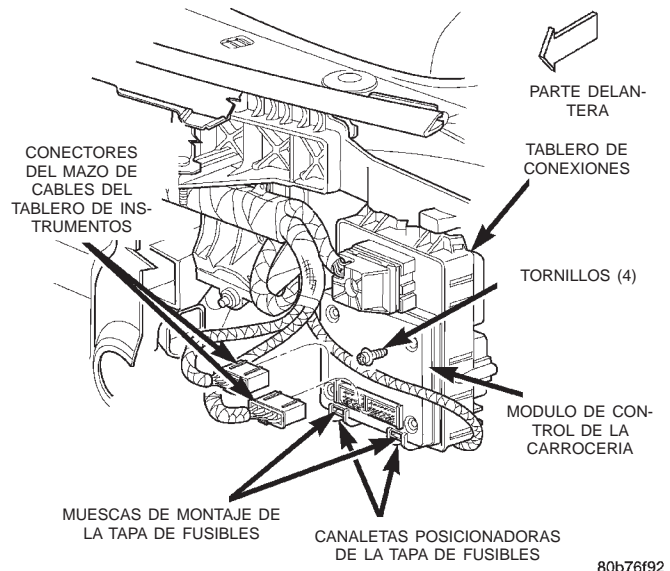

Fig. 3 Canaletas posicionadoras de la tapa de fusibles del tablero de instrumentos
(1) Emplace los dos pestillos delanteros de la tapa de fusibles del tablero de instrumentos dentro de las dos formas de canaleta posicionadoras situadas en la parte inferior de la cubierta del módulo de control de la carrocería (Fig. 3).